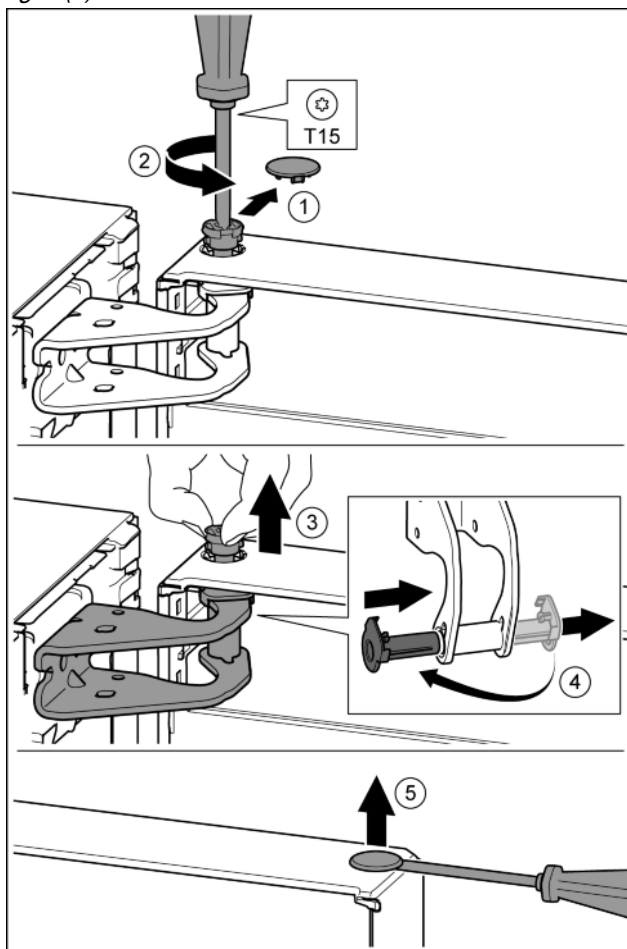

Fig. 10*
- Bezpečnostní kryt opatrně stáhněte. Fig. 10 (1)
- Šroubovákem T15 o kousek vyšroubujte čep. Fig. 10 (2)
- Dveře držte a čep vytáhněte prsty. Fig. 10 (3)
- Vytáhněte ložiskové pouzdro z vedení. Vložte z druhé strany a zaklapněte. Fig. 10 (4)